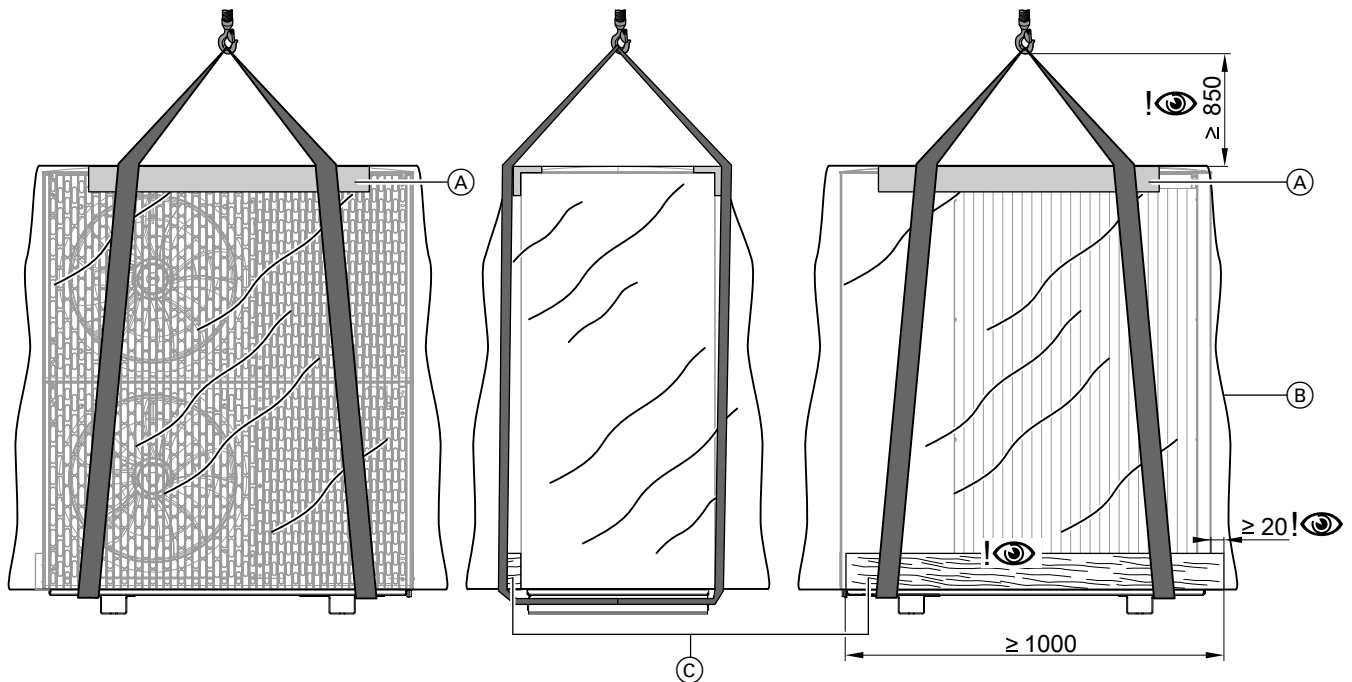

Abb. 9 Transport mit Kran am Beispiel der Außeneinheit mit 2 Ventilatoren
3. Kantenschutzwinkel der Verpackung an der vorderen und hinteren Oberkante der Außeneinheit anlegen. Gurtbänder fachgerecht um die Außeneinheit legen: Siehe Abb. 9.